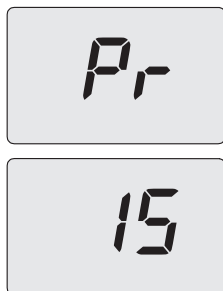

Рисунок 5.25
- Прокручіть різні параметри за допомогою кнопок 15 або 16, доки на РК-дисплеї не з'являться літери **Pr**, що чергуються з номером параметра **15**, вказуючи на вхід в «параметр 15» (Рисунок 5.25).